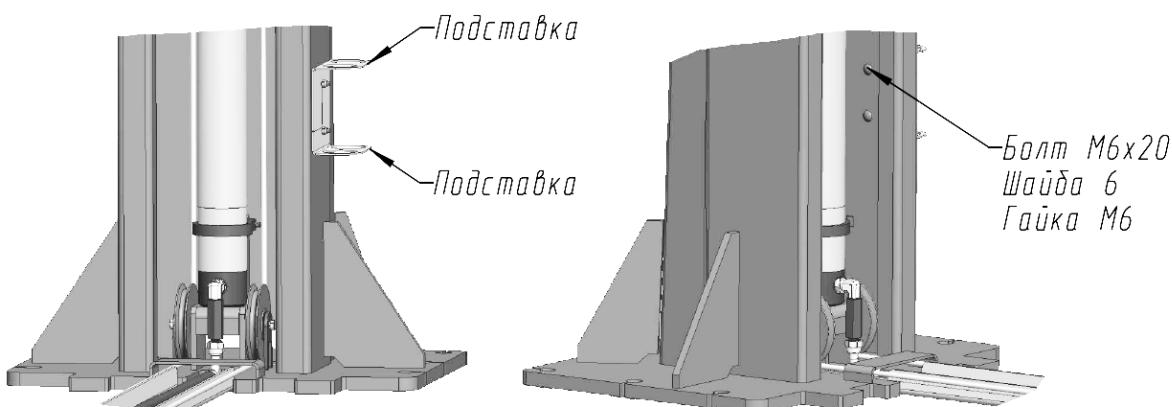

Рисунок 6.8 - Установка подставок
6.14 Для установки подставок (см. Рисунок 6.8) необходимо поднять и установить на фиксатор каретку.